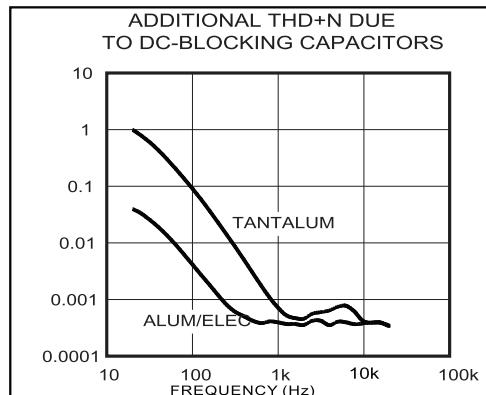

图3. 隔直流电容引起的失真
2) 随着电容值的变化以及电容两端电压的变化，隔直流电容的电压系数会导致重建音频信号的失真。在低于-3dB频率以下的低频范围内，容抗起主导作用，电压系数表现为失真度随频率而变化。图3给出了两种不同电介质电容引入的THD+N，100Hz以下的THD+N增加很快。